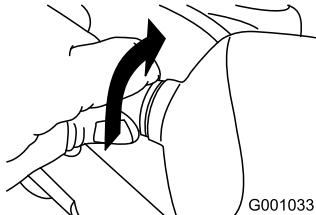

Figure 61
2. Tournez la base de l'ampoule dans le sens antihoraire jusqu'à la butée (Figure 61).